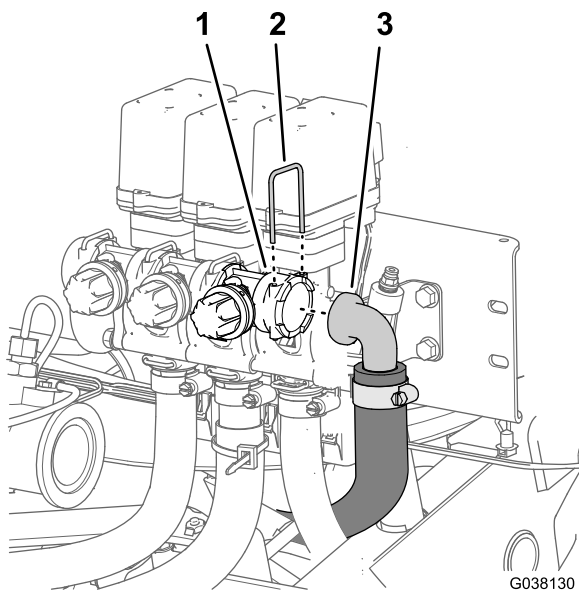

Figura 17
1. Rimuovete il fermo che fissa il raccordo dentellato a 90° del flessibile di bypass dal raccordo incassato della valvola di bypass nella valvola di sezione delle barre di destra (Figura 17).
2. Rimuovete il flessibile di bypass dalla valvola di bypass (Figura 17).